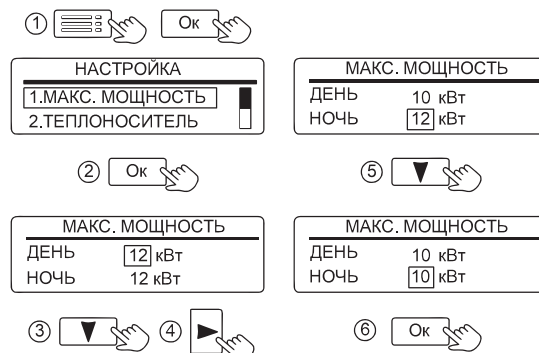

Рисунок 16. Настройка мощности прибора
11.1.1 «1.МАКС. МОЩНОСТЬ» - значение максимальной мощности прибора при его работе. При необходимости возможно ограничение мощности (см. рис. 16).